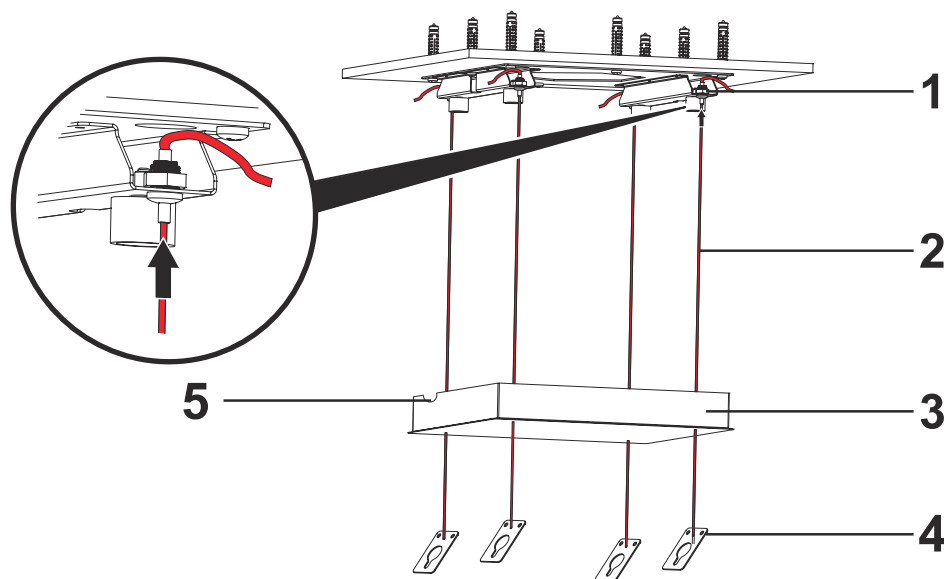

Fig. 12
1. ➤ Faites passer les fils de suspension du produit (2) à travers la plaque de suspension (3). Au fur et à mesure que cela se fait, la zone de passage du câble d'alimentation (5) doit se trouver sur le côté droit lorsque l'appareil est vu de l'avant (Fig. 12).
2. ➤ Faites passer les fils de suspension du produit (2) à travers le mécanisme de verrouillage de la suspension (1). Assurez-vous que tous les fils de suspension aient la longueur requise et sont égaux. (Fig. 12).